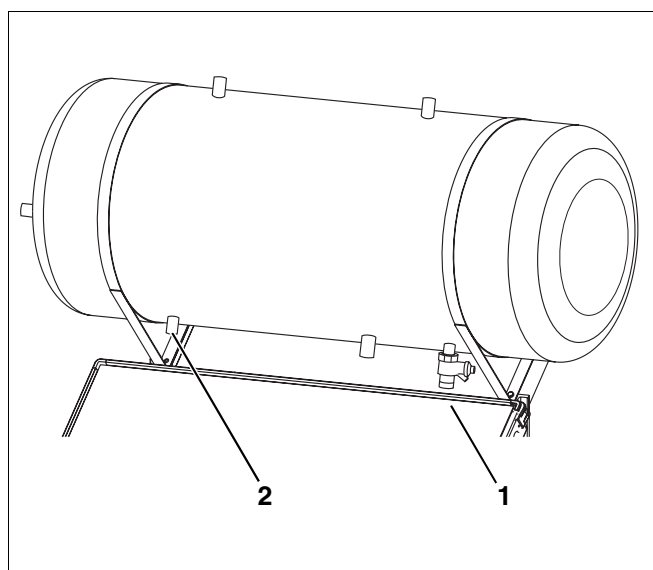

Fig. 23 Ligação das tubagens de água potável
- B Ligar a tubagem de água fria (fig. 23, **item 2**) e de água quente (fig. 23, **item 1**) de acordo com os regulamentos locais.